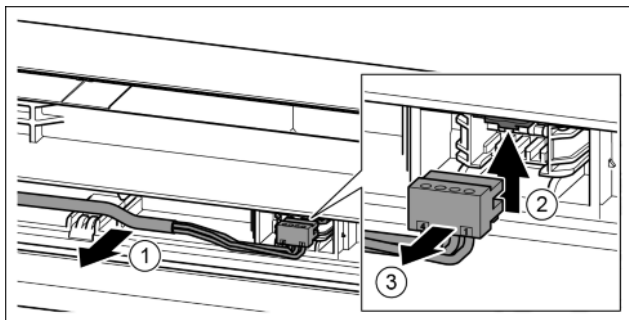

Fig. 18
- ▶ Graues Kabel vorsichtig aus der Führung in der Tür lösen. Fig. 18 (1)
- ▶ Lasche nach oben drücken. Fig. 18 (2)
- ▶ Stecker vorsichtig herausziehen. Fig. 18 (3)